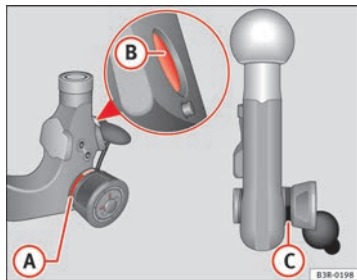

Abb. 156 Abnehmbare Anhängervorrichtung: Kugelstange
- Überprüfen Sie, ob sich die rote Markierung (A) ⇒ Abb. 156 am Handrad im Bereich der schwarzen Kennzeichnung an der Kugelstange befindet.
- Überprüfen Sie, ob der Verriegelungsbolzen (B) in den Bohrungen des Einsteckschaftes versenkt ist.
- Überprüfen Sie, ob das Handrad deutlich sichtbar von der Kugelstange absteht, so dass ein Spalt (C) zwischen Handrad und Kugelstange vorhanden ist.